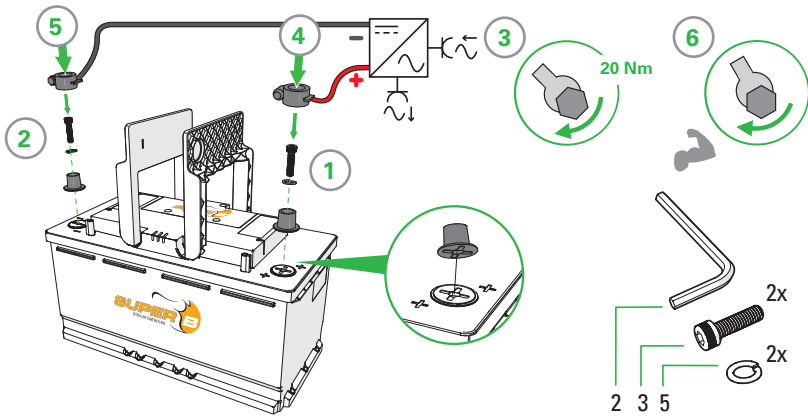

Abbildung 5. Schließen Sie die Last oder das Ladegerät an die X2 (+)-Anschlussklemme der Batterie an
1. Schließen Sie die Last oder das Ladegerät an die X2 (+)-Anschlussklemme der Batterie an (Abbildung 5)
2. Schließen Sie die Last oder das Ladegerät an die X1 (-)-Anschlussklemme der Batterie an. (Abbildung 5)